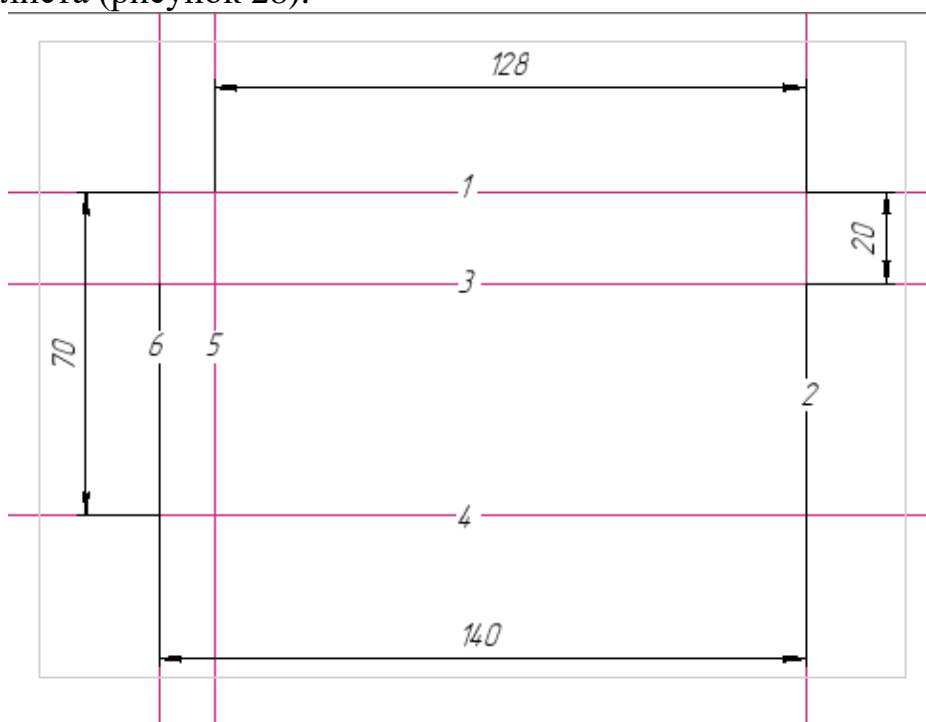

Рисунок 28.
2. Построить в центре листа по размерам горизонтальные и вертикальные вспомогательные прямые для определения центра каждой окружности. На инструментальной панели **Геометрия**, активизируйте **Вспомогательная прямая - Горизонтальная прямая** – 1 линия, **Вертикальная прямая** – 2 линия, **Параллельная прямая** – 3,4,5,6 линии. Линии 1 и 2 строятся произвольно на любом месте листа (рисунок 28).